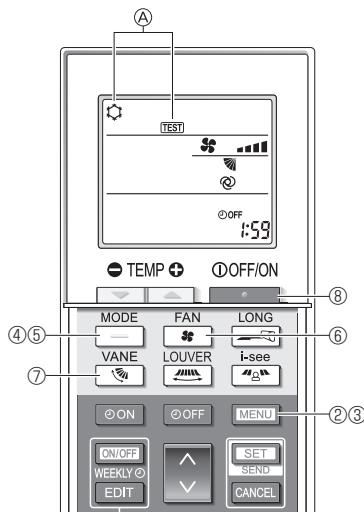

Fig. 7-5
- Nacisnąć przycisk [MENU] na 5 sekund. (Fig. 7-5)
Zostanie wyświetlony napis ① [TEST] i bieżący tryb pracy. (Fig. 7-5)